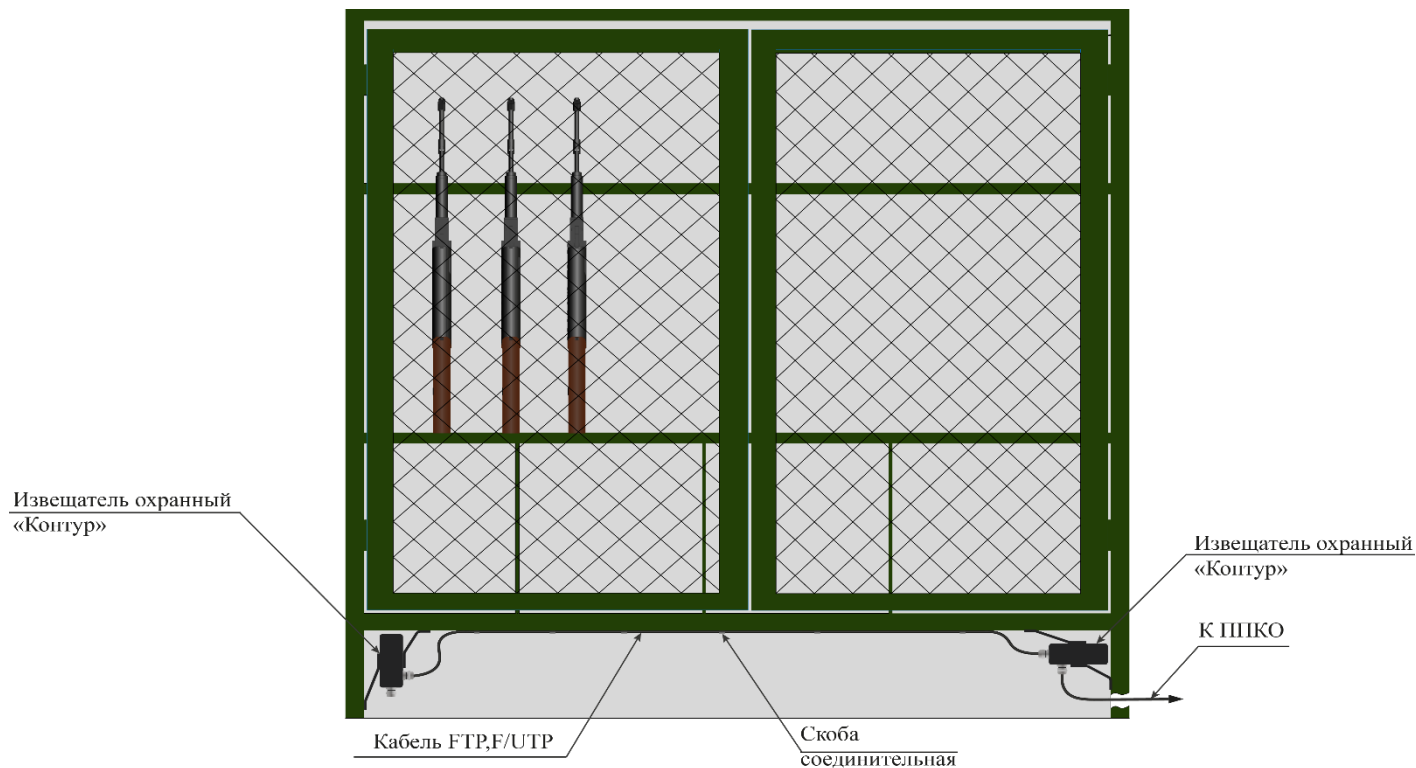

Рисунок 6 Вариант оборудования оружейного шкафа
2.4.4.1 Монтаж извещателя заключается в креплении узла в углу каркаса на сварку или винтовое крепление п. 2.3.1.2. Расположение и количество сенсоров зависит от особенностей конструкции объекта охраны (рисунок 6).